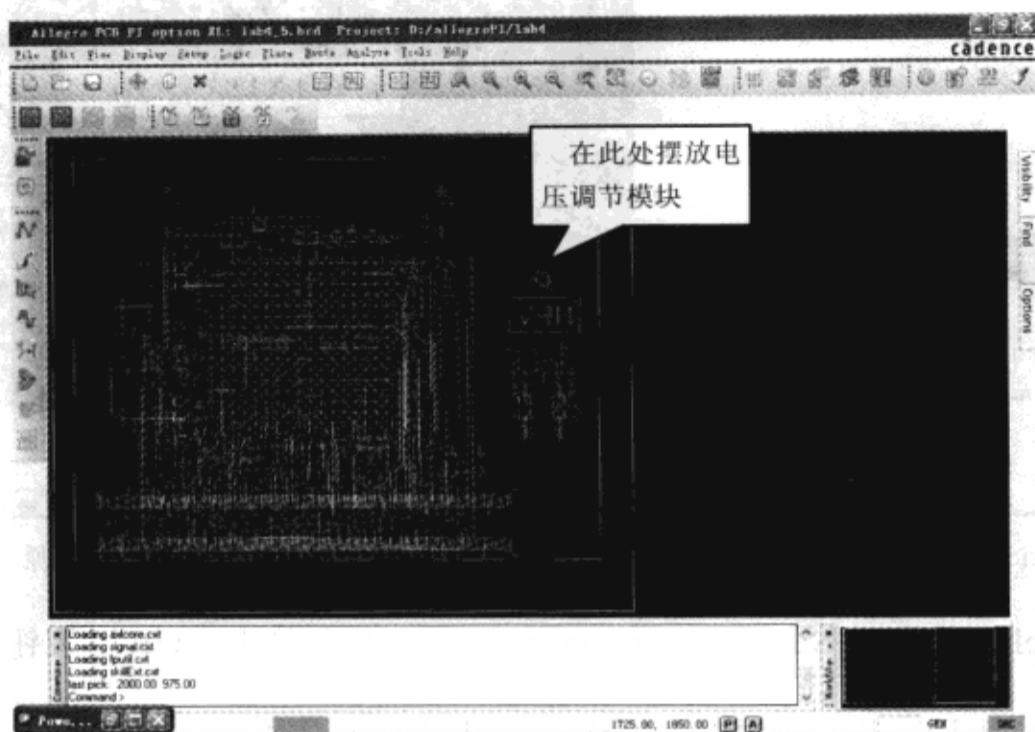

图 10-7-66 摆放电压调节模块
(4) 拖动电压调节模块图标到 PCB 右边的电压调节器旁边，单击鼠标左键摆放这个电压调节模块，如图 10-7-66 所示。